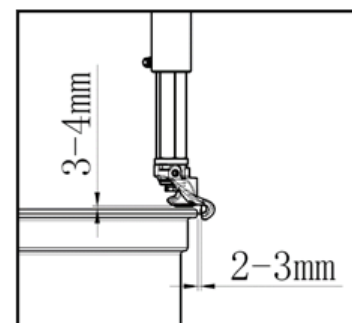
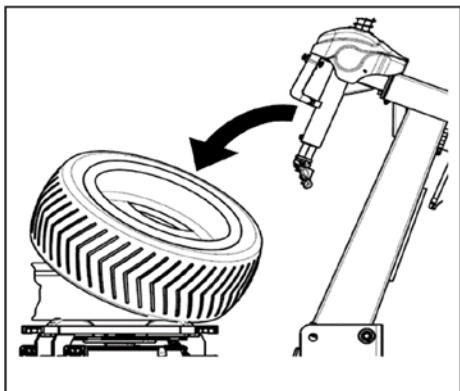

FIG26
FIG30
- Flyt den sekskantede aksel til arbejdspositionen, så afmonteringsværktøjet kommer tæt på fælgen på hjulet. Den cylindriske rulle i afmonteringsværktøjet vil berøre den ydre kant af fælgen, og bunden af afmonteringsværktøjet vil hvile på fælgens overflade. Tryk på låsehåndtagets trykknop (FIG3-3) for at låse vandret armen og den sekskantede aksel — den sekskantede aksel bevæger sig automatisk opad. Den firkantede aksel vil automatisk bevæge sig lidt bagud for at frigøre afmonteringsværktøjet fra fælgen og dermed undgå skade (FIG26).
- Spred smøremiddel eller sæbevand omkring dækkets kant. Læg dækket mod fælgen og hold den forreste ende opad (FIG30). Træd på søjletiltpedalen (FIG3-10) for at få søjlen tilbage til sin oprindelige position. Flyt afmonteringshovedet, så det kommer i fast kontakt med fælgen (FIG26). Placer venstre kant af dækket ovenpå afmonteringsværktøjets hale og højre kant under humpen af afmonteringsværktøjet (FIG3).